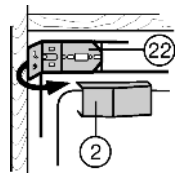

Fig. 17
- ▶ Fije la parte lateral de la brida en U Fig. 17 (22).
- ▶ Vuelva a colocar la cubierta Fig. 17 (2).
- ▶ Cierre todos los orificios con tapones Fig. 17 (30,5).